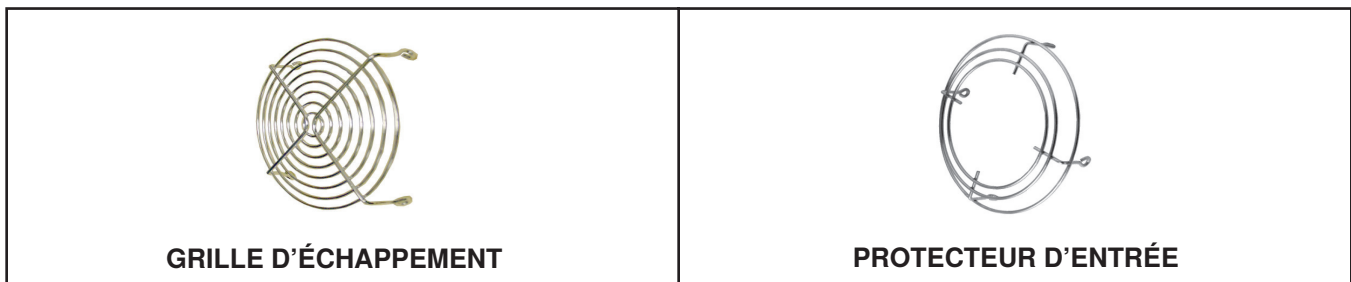

Figure 13. Composantes de l'option CC6
| 211791                                                                                                | 211792                                 | Grille d'échappement (voir <a href="#">Figure 13</a> )                                                                  | 1        |
| 151755                                                                                                | 124940                                 | Protecteur d'entrée (voir <a href="#">Figure 13</a> )                                                                   | 1        |
**REMARQUE : Avant d'installer la grille d'évacuation, assurez-vous que ses points de montage sont pliés à 90 degrés comme indiqué sur la Figure 13 pour s'adapter autour du tuyau d'évent.**